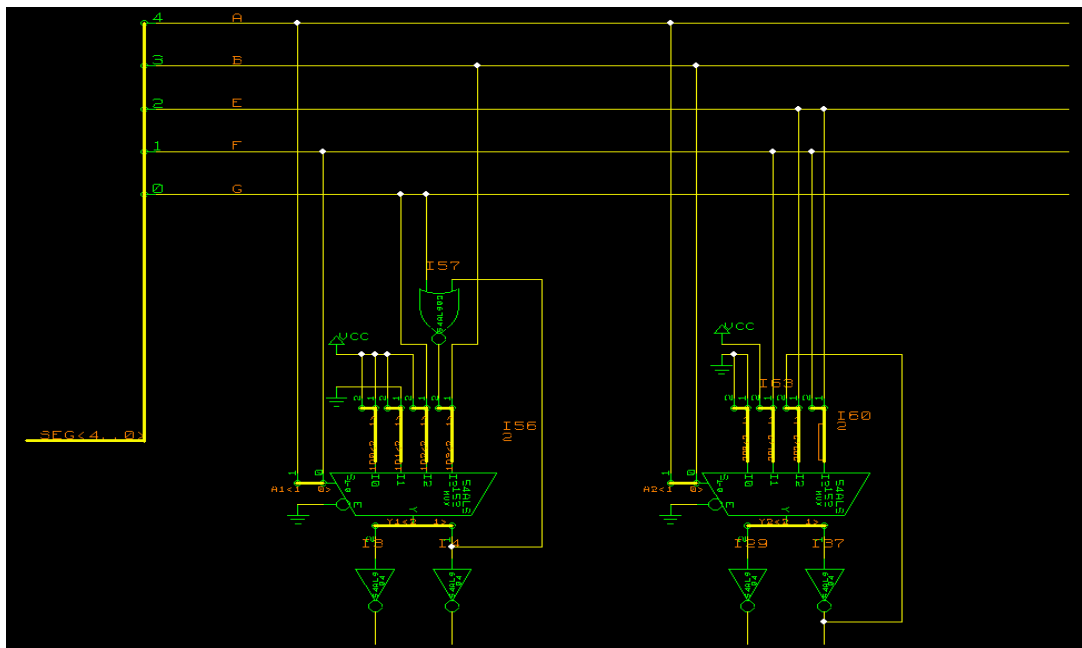

图 3.17
5. 将剩余的线连在总线 SEG<4..0>上。如图 3.17，其中地和 Vcc 从 Element 库中选取。